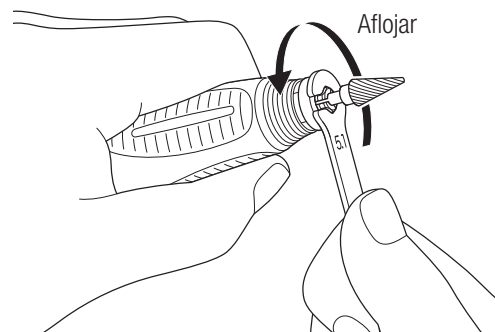

Fig. 8
- 2) Con la ayuda de la llave inglesa incluida en el producto, gire el dispositivo de sujeción en sentido contrario a las agujas del reloj (Fig. 8).